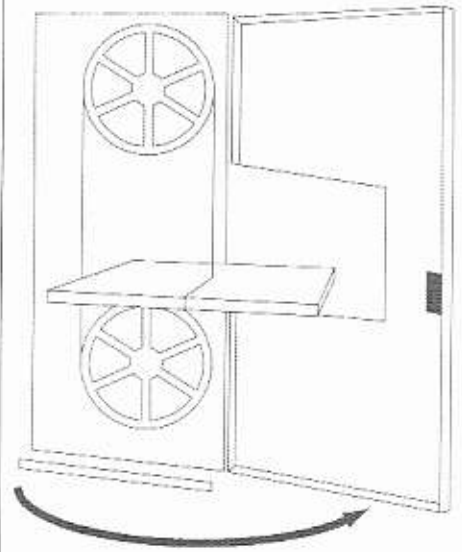
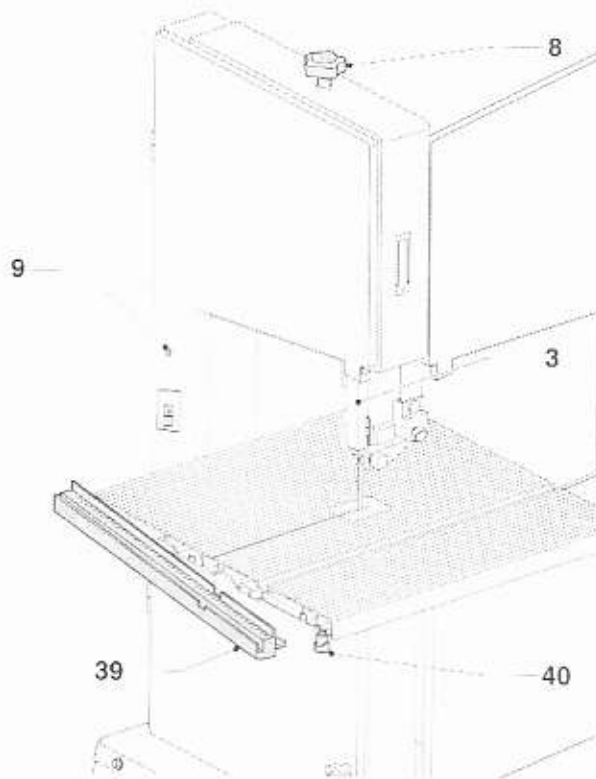
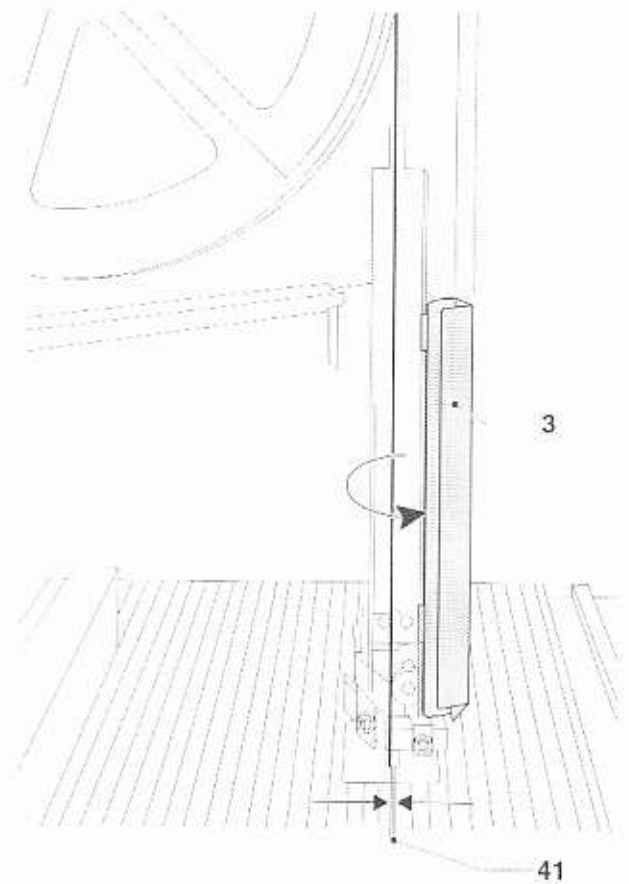

Figure D4
Figure D5
Figure D6
4. Desserrez le bouton (40) pour basculer l'échelle (39) (fig. D4).
6. Desserrez le tendeur de la lame de scie à ruban (8).
7. Rétractez l'ensemble du carter de protection de la lame (3) (fig. D5).
8. Faites glisser la lame à travers la fente de la table (41).
9. Positionnez la lame entre les blocs de guidage supérieur et inférieur (42, 43) (fig. D6).
12. Basculez l'échelle (39) dans sa position d'origine et bloquez le bouton (40) (fig. D4).
RÉGLAGE DES BLOCS DE GUIDAGE DE LAME ET DES ROULEMENTS DE SUPPORT ARRIÈRE (FIG. D6, G)